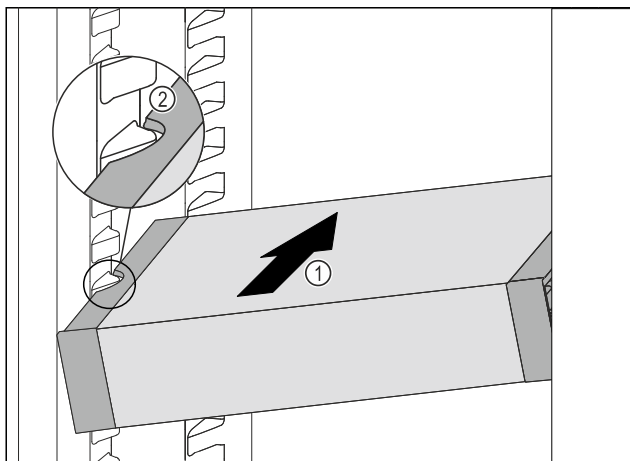

Fig. 73
- ▶ Predal VarioSafe potisnite v hladilnik poševno *Fig. 73 (1)*, dokler nista stranska izreza *Fig. 73 (2)* predala VarioSafe na višini nastavka za posodo v hladilniku.